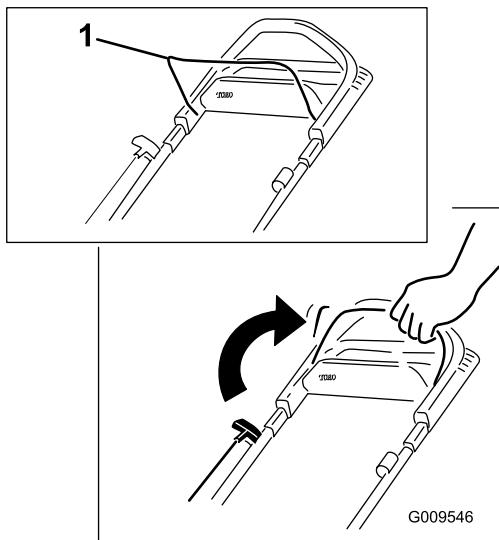
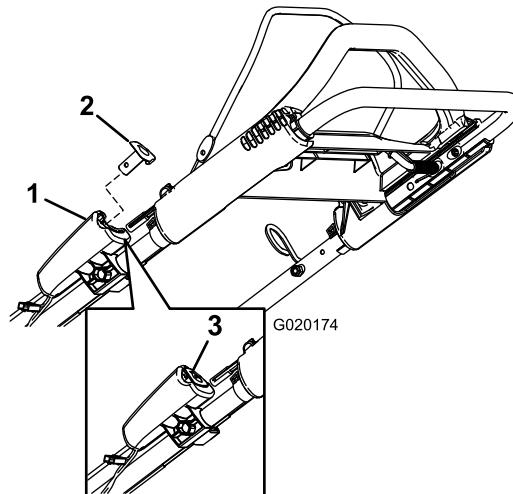

Figure 13
Figure 14
1. Maintenez la barre de commande de la lame contre le guidon (Figure 13).
2. Appuyez sur le bouton de démarrage électrique (Figure 14) (modèle à démarrage électrique uniquement) ou tirez la poignée du lanceur (Figure 13).
**Remarque:** Si le bouton de démarrage électrique a été retiré, insérez-le dans le démarreur électrique; voir Figure 14 (modèle à démarrage électrique uniquement).